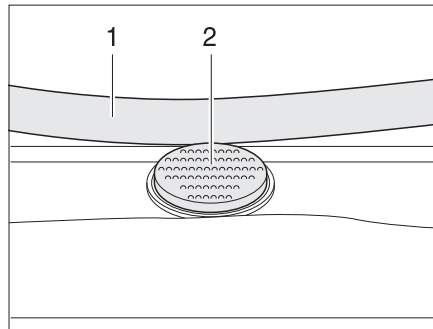

Fig. 41 Bouton de sûreté sur le lanterneau Heki
- Appuyer sur le bouton de sûreté (Fig. 41,2) et tirer l'étrier (Fig. 41,1) vers le bas avec les deux mains.
- Pousser l'étrier vers le haut avec les deux mains jusqu'à ce que ce dernier se trouve au-dessus du bouton de sûreté (Fig. 41,2).